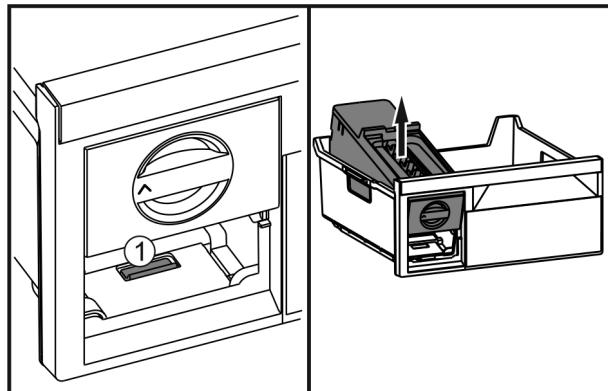

Fig. 37
- Натиснете езичето Fig. 37 (1), повдигнете EasyTwist-Ice отзад и извадете от чекмеджето на фризера.